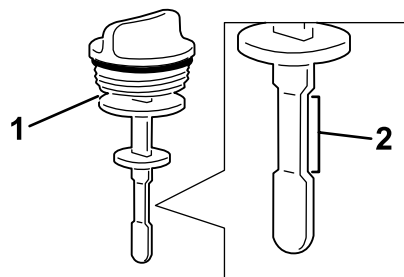

Figura 95
4. Estraete l'asta di livello dal collo del bocchettone e controllate il livello del fluido (Figura 95).